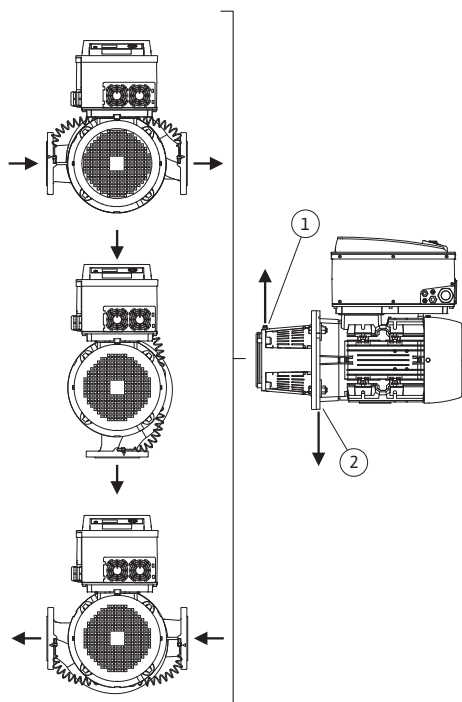

Fig. 14: Positions de montage autorisées avec arbre de moteur horizontal
La Fig. 14 illustre les positions de montage autorisées avec arbre de moteur horizontal et module électronique vers le haut (0°).
La purge de la pompe est optimale lorsque la soupape d'échappement est orientée vers le haut (Fig. 14, pos. 1).
Évacuer les condensats de manière ciblée par les perçages existants, la lanterne de pompe et le moteur (Fig. 14, pos. 2).